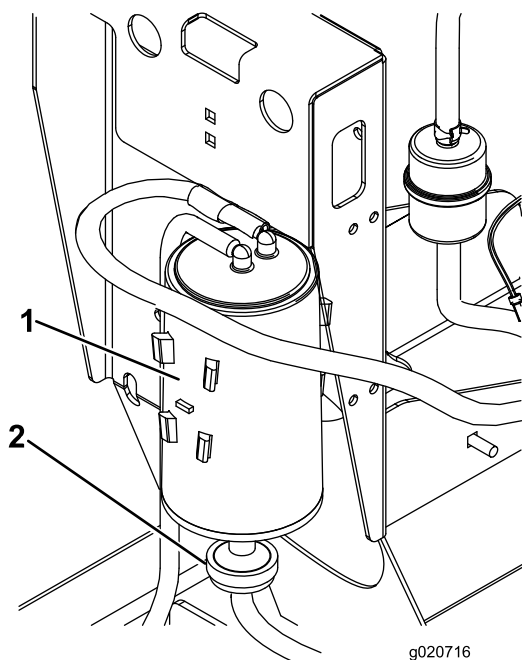

Figura 21
2. Desconecte la manguera del filtro de aire del cartucho de carbón (Figura 21).
3. Retire y deseche el filtro de aire del cartucho de carbón (Figura 21)